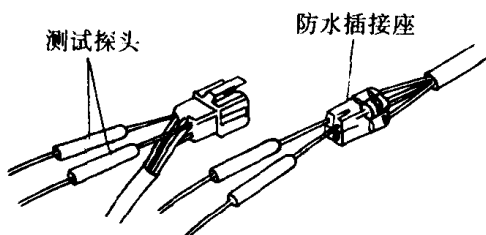

图 1-9 插接头的测试方法
3. 用万用表测量导线端子之间的电压和电阻时, 应该从插接座后部进行测量。如果是防水型插接座, 则不要打开其后部, 可以直接从插接件前方测量。如图 1-9 所示。